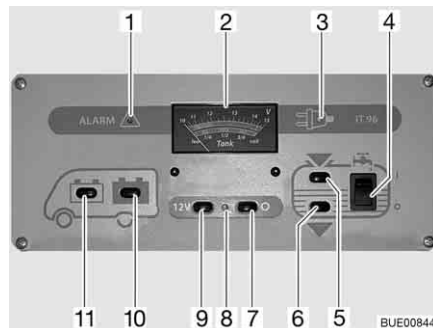

Bild 158 Panel IT 96-2
Med huvudbrytaren 12 V (Bild 158,7 och 9) kopplas panelen och bodelens 12 V-försörjning till eller från.
**Slå på:** ■ Tryck på knappen (Bild 158,9) "12 V": 12 V-försörjningen för bodelen är påslagen. Kontrolllampan (Bild 158,8) lyser grönt.
**Slå från:** ■ Tryck på knappen (Bild 158,7) "O": 12 V-försörjningen för bodelen är avstängd. Kontrolllampan (Bild 158,8) slocknar.
Med instrumentet V/tank (Bild 158,2) avläses den övre skalan. Instrumentets belysning tänds automatiskt när en knapp trycks in.
- Tryck på knappen (Bild 158,11) "": Startbatteriets spänning visas.
- Tryck på knappen (Bild 158,10) "": Bodelsbatteriets spänning visas.
På instrumentet V/tank kan vattennivån och avloppsvattennivån avläsas. På instrumentet V/tank (Bild 158,2) avläses den undre skalan. Instrumentets belysning tänds automatiskt när en knapp trycks in.
- Tryck på knappen (Bild 158,5) "": Vattenvolymen visas.
- Tryck på knappen (Bild 158,6) "": Avloppsvattenvolymen visas.
- Vippkontakten (Bild 158,4) trycks in upptill "I": Vattenförsörjningen är aktiverad.
- Vippkontakten (Bild 158,4) trycks in nedtill "O": Vattenförsörjningen är avstängd.
Den röda varningslampan "ALARM" (Bild 158,1) blinkar så snart spänningen i bodelsbatteri har sjunkit till under 11 V (mätning under pågående drift) och risk för djupurladdning föreligger.
Kontrollampan 12 V (Bild 158,8) lyser då huvudbrytaren 12 V (Bild 158,9) är inkopplad.
Den gula 230 V-kontrollampan (Bild 158,3) lyser när nätspänningen ligger på el-blockets ingång.